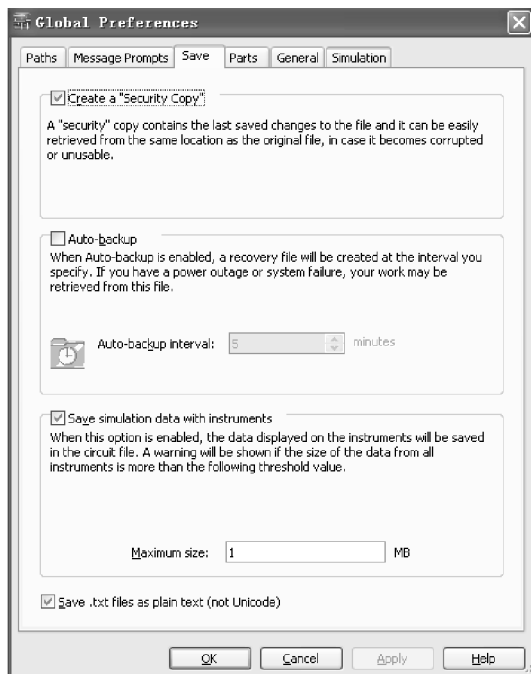

图 4-3 Save 标签页
(3) Save 标签页 (保存设置): Save 标签页如图 4-3 所示。该页可以设置一个自动备份定时器, 以及选择是否需要保存仿真仪器数据等。